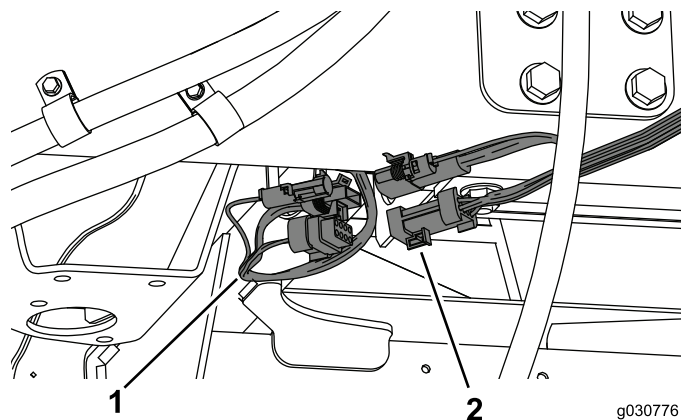

Figura 45
- Collegate il cablaggio preassemblato proveniente dalla cabina al cablaggio preassemblato sul lato destro della macchina (Figura 45).